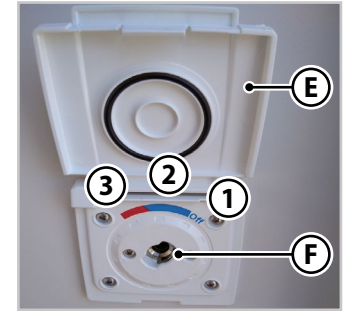

Abb.6.34 - Anschluss für Handbrause
1. Heben Sie die Klappe (**E** - Abb.6.34) an.
2. Stecken Sie den mitgelieferten Schlauch in den Anschluss (**F** - Abb.6.34).